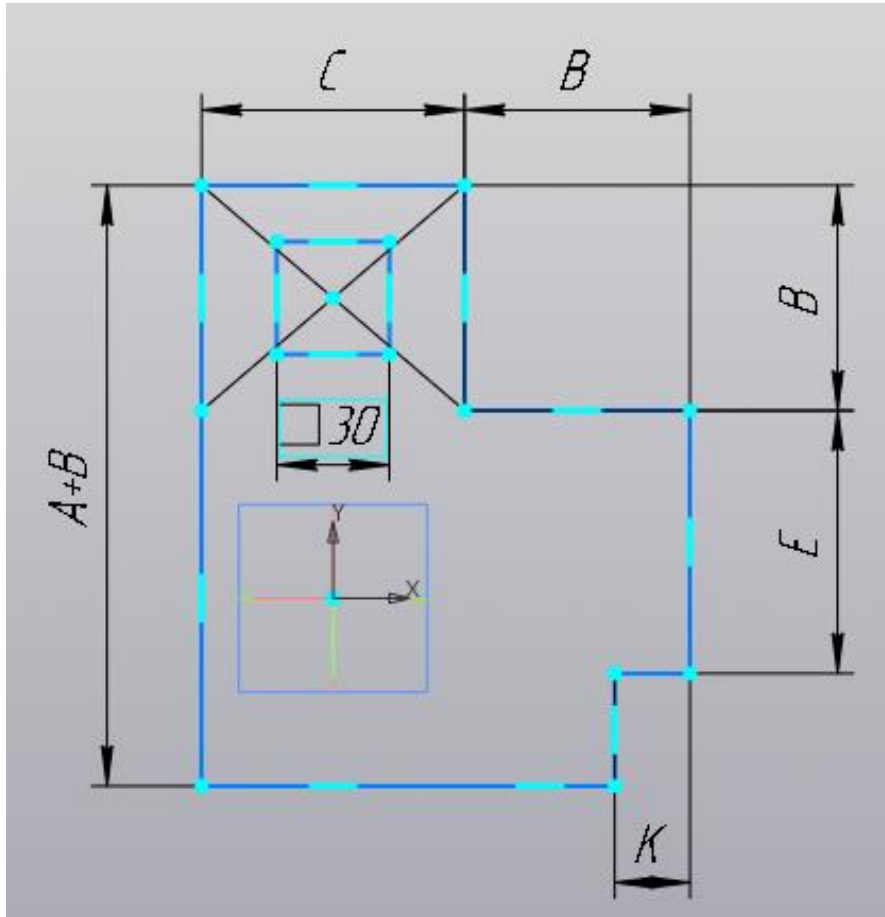

Рисунок 73.
3. По вариантам (Таблица 1) создаем **Прямоугольник** — **Высота** – $A+B$, **Ширина** – $C+B$ (рисунок 73). С помощью **Вспомогательная параллельная прямая** и **Отрезок** формируем остальные размеры. Удаляем лишние линии.